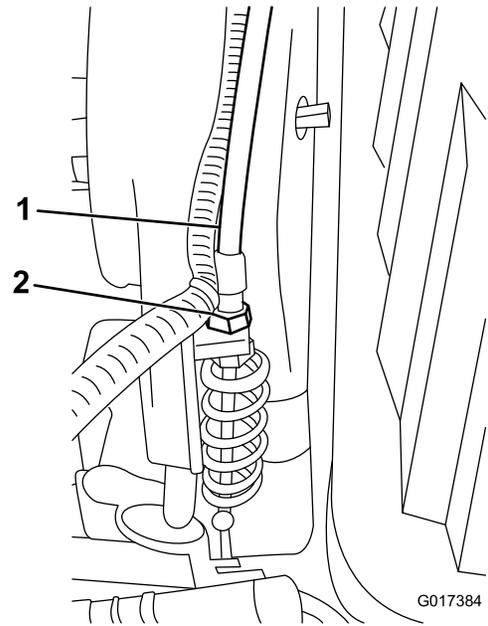

Figura 46
3. En el soporte de la transmisión, ajuste el cable de control del molinete (Figura 46), para obtener una longitud de 70,6–72,4 mm.